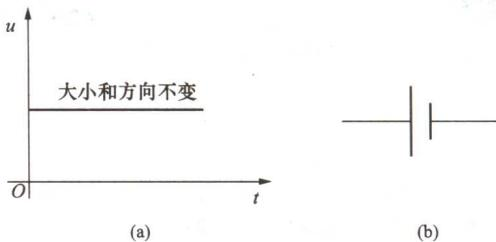

图 1-1 直流电的波形及电池的图形符号
1) 直流电是指方向一定而大小不变的电流，如图 1-1 所示。手电筒、手机和拖拉机、汽车上的电池提供的都是直流电，如表 1-1 所示。